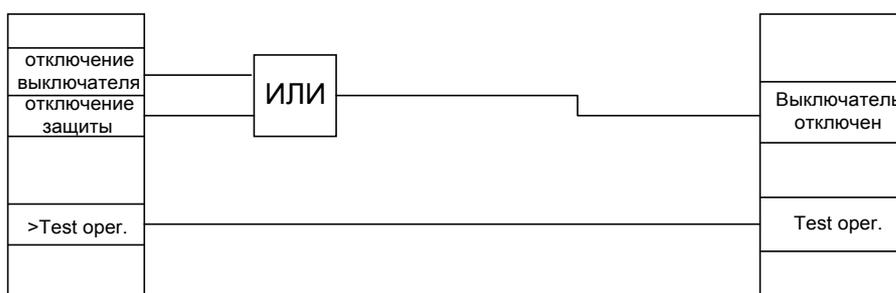

Рисунок 5-44 Дополнительная логика. Пример PLC1 управляемые событиями логические условия.
При использовании медленной PLC обработки, в дополнение к управляемым событиям логическим условиям, может быть составлена выдача сигнала относительно рабочего статуса оборудования. Этот сигнал можно использовать для внешних светодиодов или выходных реле, или использовать как входной сигнал для дальнейших логических соединений. В примере (Смотрите Рисунок 5-44), выходной информационный сигнал из логики блокировки выключателя "Отключение выключателя" и составной сигнал "Отключение от защиты" соединены с новым сообщением "Выключатель отключен". Кроме того, однопозиционный сигнал (SP) **Test oper** (Режим проверки) может быть связан через бинарный вход для внутреннего многократно используемого сообщения **Test oper**.